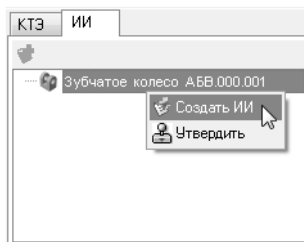

Рис. 10.4.
7. Перейдите на вкладку **ИИ** в окне дерева КТЭ и выберите из контекстного меню **Создать ИИ** (рис. 10.4).